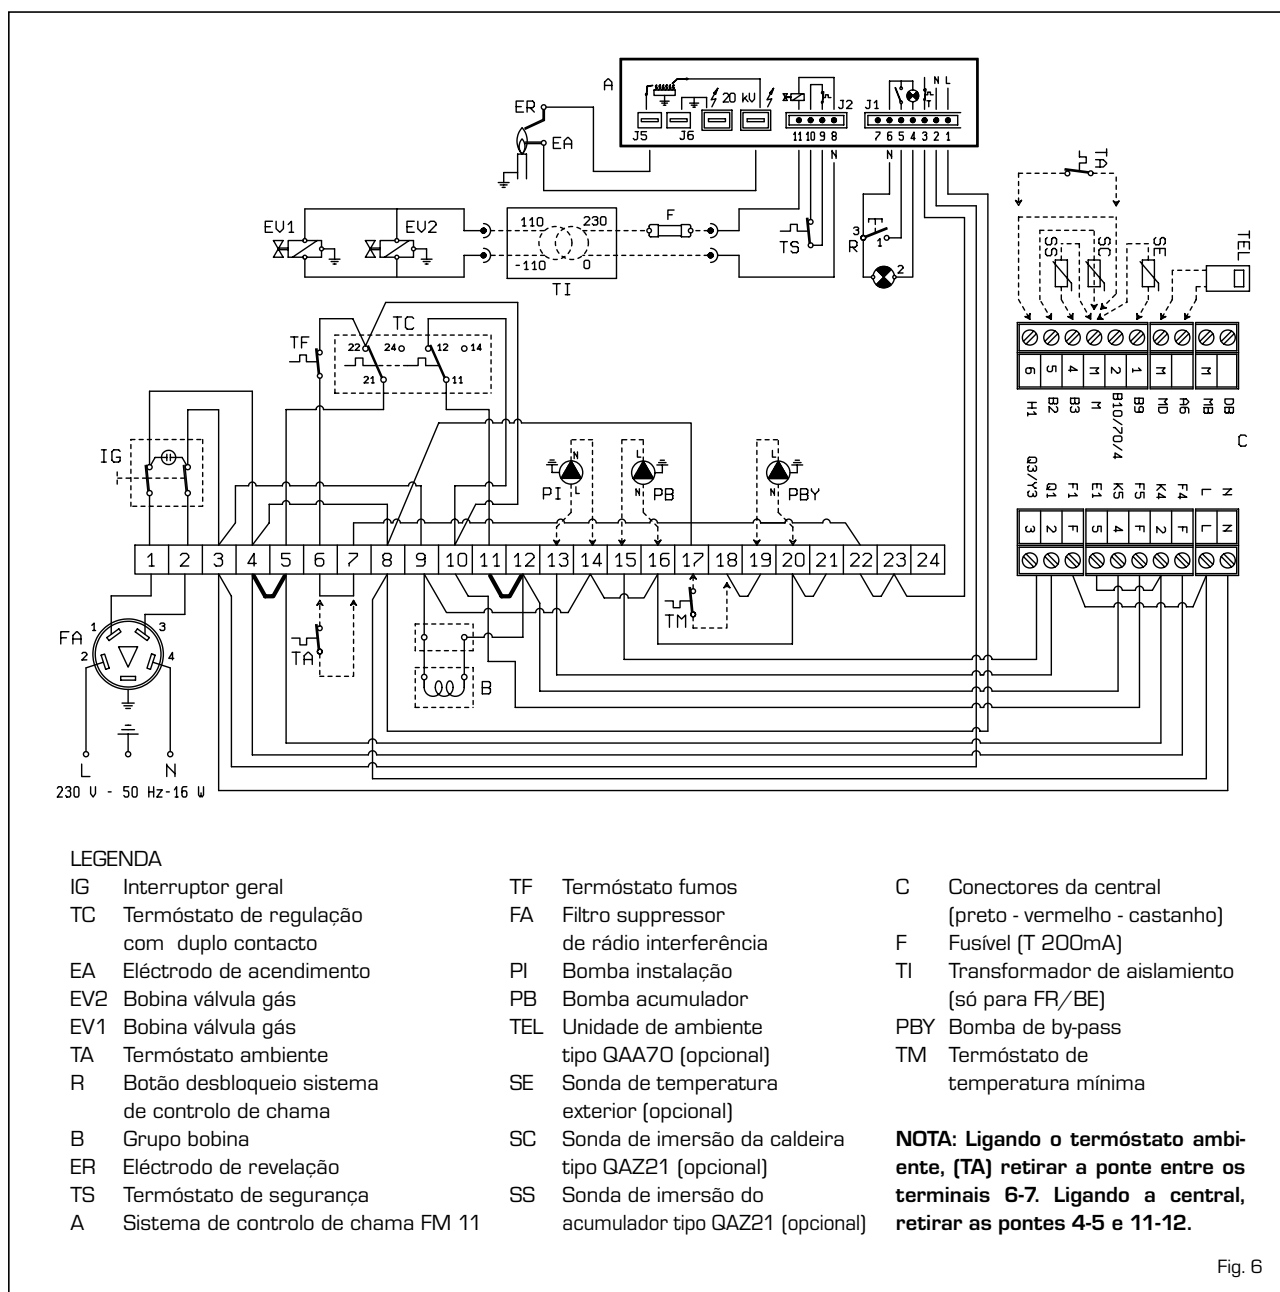

Fig. 6
Os conectores são polarizados de modo que não é possível inverter a ordem. Para instalar a central é necessário ligar esses conectores e retirar da placa de junções as pontes 4-5 e 11-12 (marcadas em negrito no esquema da fig. 6).
As funções da caldeira podem ser todas controladas pela central opcional cod. 8096303, fornecida com sonda de temperatura (SE), sonda de imersão da caldeira (SC) (fig. 7). A central prevê a ligação de outra série de conectores a baixa tensão para a ligação das sondas e da unidade de ambiente (os conectores encontram-se num saco dentro do quadro de comandos). A ampola da sonda do eventual ebulidor externo (SS), opcional cód. 6277110, Deve ser introduzida na bainha do fervedor e o da sonda da caldeira (SC) na bainha da caldeira. Para a montagem da sonda de temperatura exterior (SE) devem-se seguir as instruções que se encontram na embalagem dessa mesma sonda. Para efectuar as ligações eléctricas, consultar o esquema da fig. 6.